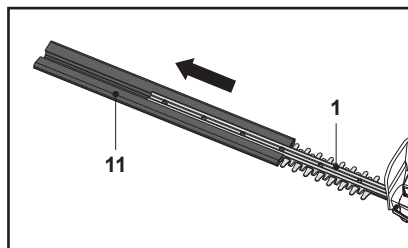

Fig. 2
1. Scoate protecția (11) de pe dispozitivul de tăiere (lamă) (1) înainte de utilizare (Fig. 2).
2. Păstrează în siguranță protecția lamei (11).